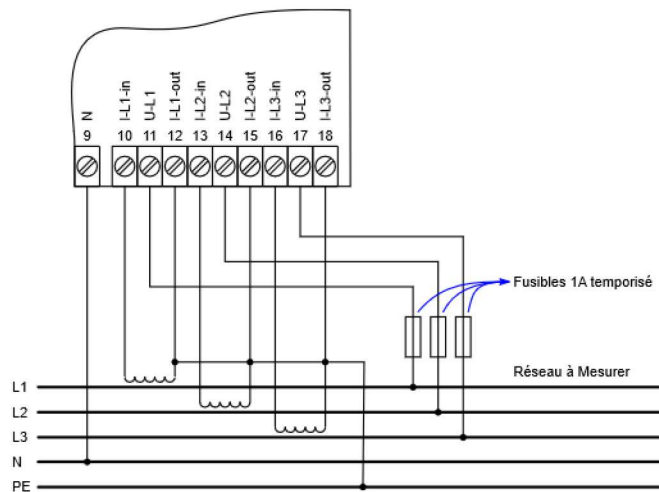

FIGURE 3.4 : Raccordement de la Mesure de Puissance
Les raccordements sur l'appareil sont présentés dans la figure 3.4. Pour des raisons de sécurité, le secondaire des transformateurs de courant doit impérativement être raccordé à la terre de protection (PE). L'appareil étant capable de mesurer l'énergie consommée tout autant que l'énergie produite, la polarité des transformateurs de courant devra être scrupuleusement respectée.